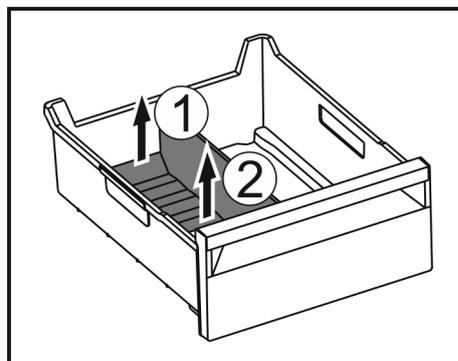

Fig. 183
- Sollevare la parte posteriore del divisore dello scomparto del ghiaccio. Fig. 183 (1)
- Rimuovere il divisore dello scomparto del ghiaccio verso l'alto. Fig. 183 (2)